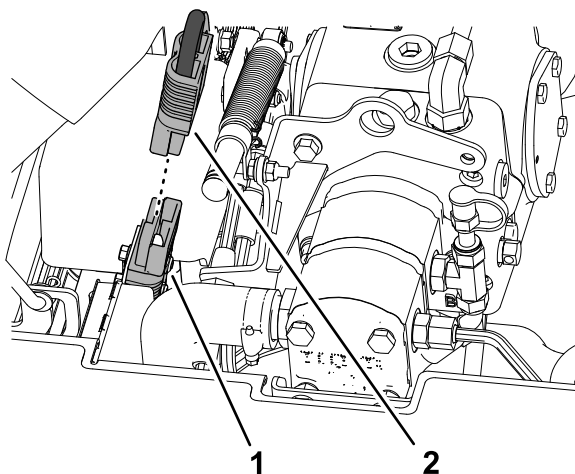

Figura 33
1. Aplique grasa dieléctrica a las superficies de contacto del puente de desconexión de la batería (Figura 33).